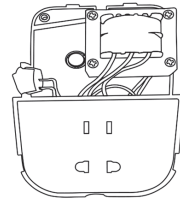

Abb. 2
2 4 Löcher mit 6 mm Durchmesser und 35 mm Tiefe in die Wand bohren, die Kunststoffdübel in die Löcher einsetzen (siehe Abb. 2) und die Wandhalterung mit den 4 mitgelieferten Schrauben an der Wand befestigen.
- 2** Das Kabel durch das in Abb. 2 dargestellte Loch durchführen (es stehen drei Löcher für die direkte Verdrahtung zur Verfügung).